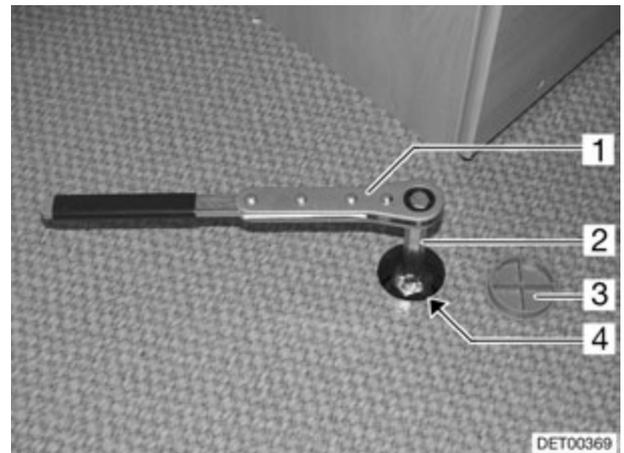

Fig. 208 Abaissement de la roue de secours
- Ouvrir prudemment le couvercle en plastique (Fig. 208,3) avec un outil approprié (p. ex. tournevis).
- Insérer la clé (Fig. 208,2) dans le logement (Fig. 208,4) de l'étrier de roue de secours.
- Placer le cliquet (Fig. 208,1) sur la clé.